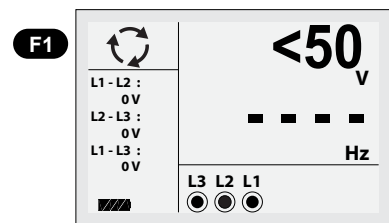

Figur 6.2.1.2 Skjerm under måling av Spenning og Frekvens
4. Mål slik som figur 6.2.1.2 viser (Spenning under 50V AC/DC er ikke mulig å måle).